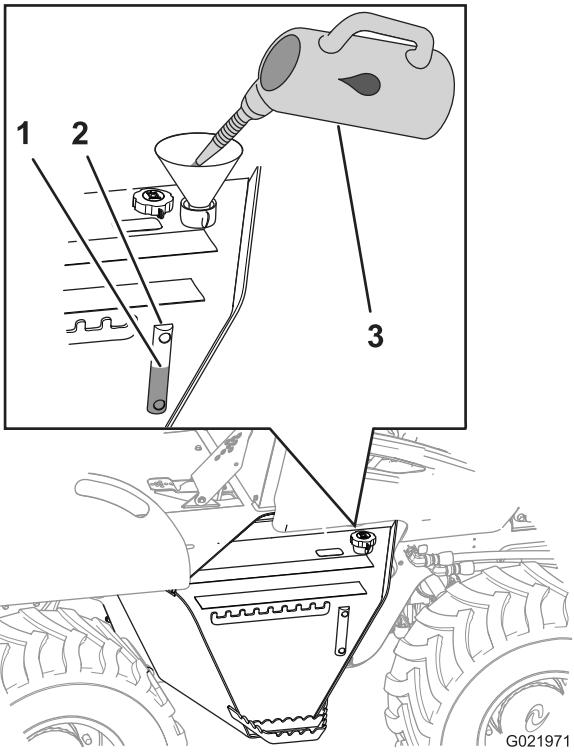

Рисунок 22
- Проверьте уровень гидравлической жидкости по визуальному указателю, смонтированному на боковой стороне бака гидравлической жидкости (Рисунок 22).
4. Если уровень гидравлической жидкости ниже отметки Add (Добавить), снимите крышку/сапун заливной горловины (Рисунок 22), добавьте гидравлическую жидкость указанного типа, чтобы поднять уровень жидкости до отметки Full (Полный), и установите крышку/сапун заливной горловины.